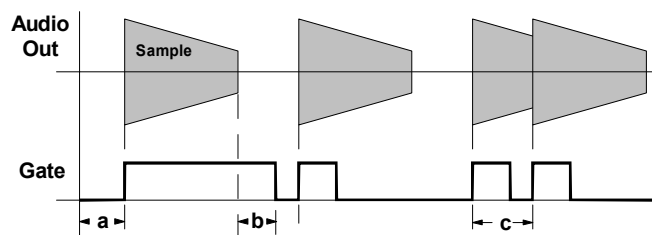
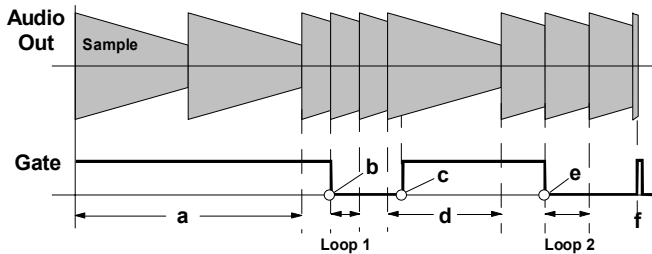

Abb. 1: normaler Wiedergabe-Modus
Abb. 2: Loop-Wiedergabe-Modus
Die Ablaufsteuerung wartet auf Gate = high; LED ③ ist aus (s. Abb. 1 - a).
Bei Erreichen der maximalen Adresse wartet die Ablaufsteuerung auf einen low-Pegel am Gate-Eingang, damit ein versehentliches Mehrfach- bzw. Dauertriggern vermieden wird (s. Abb. 1 - b). Für dererlei Effekte existiert der Loop-Wiedergabe-Modus (s.u.).
Der normale Wiedergabe-Modus verfügt über eine **Retrigger-Funktion**: wird während der Wiedergabe Gate = low gesetzt, so startet die Wiedergabe erneut bei einem low/high-Übergang (s. Abb. 1 - c).
Falls Gate = high gilt, wird das in der angewählten Speicherbank befindliche Sample wiederholt von Adresse 0 bis 65 535 am Audio-Ausgang ausgegeben (s. Abb. 2 - a); LED ③ leuchtet.
Sobald Gate = low gilt, wird an der aktuellen Adresse ein **Loop-Ende** gesetzt (s. Abb. 2 b). Die Wiedergabe startet erneut an Adresse 0 und läuft dann wiederholt bis zum Loop-Ende ab, solange Gate = low gilt (Loop 1 in Abb. 2).
Falls Gate = high wird (s. Abb. 1 - c), erfolgt die Wiedergabe erneut bis zur maximalen Adresse, d.h. Loop-Ende = maximale Adresse (s. Abb. 2 - d). Falls wieder Gate = low gilt (s. Abb. 2 - e), wird ein neuer Loop definiert (Loop 2 in Abb. 1).
Ein kurzer **Trigger-Impuls** (max. 100 ms) führt zum **Abbruch** des Loop-Wiedergabe-Modus (s. Abb. 2 - f).